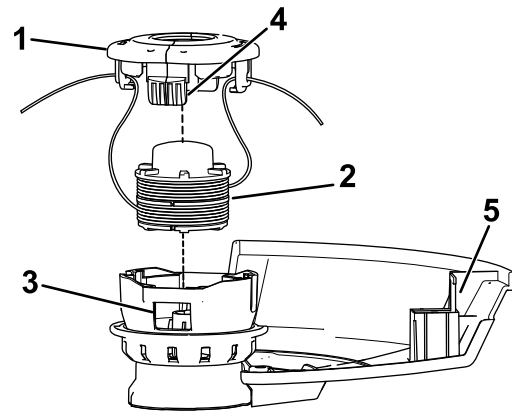

Figure 16
2. Appuyez sur la languette sur le côté du chapeau de fixation de la bobine (Figure 16).